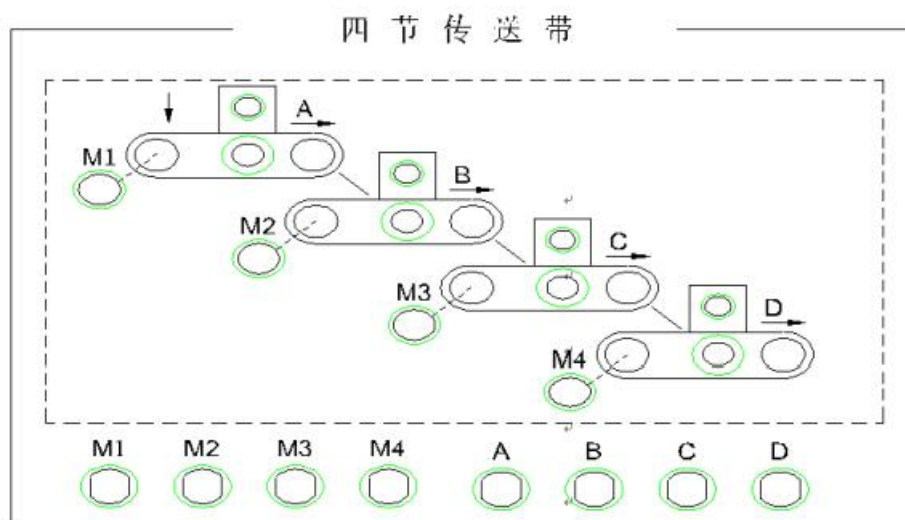

图 3 四节传送带装置模拟示意图
(1) 任务描述：某企业承担了一个四节传送带装置的设计任务，四节传送带装置模拟示意图如下图 3 所示，系统由传动电机 M1、M2、M3、M4，完成物料的运送功能。控制要求：闭合“启动”开关，首先启动最末一条传送带（电机 M4），每经过 2 秒延时，依次启动一条传送带（电机 M3、M2、M1）；关闭“启动”开关，先停止最前一条传送带（电机 M1），每经过 2 秒延时，依次停止 M2、M3 及 M4 电机。请根据控制要求用可编程控制器设计其控制系统并调试。